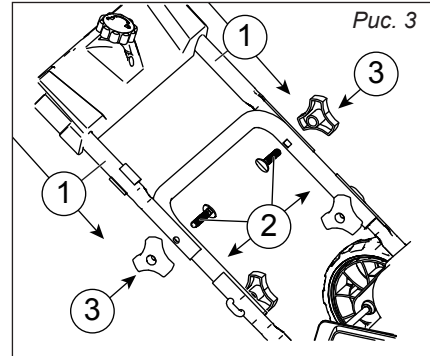

Рис. 3
6.2. Монтаж ручки управления (рис. 3)